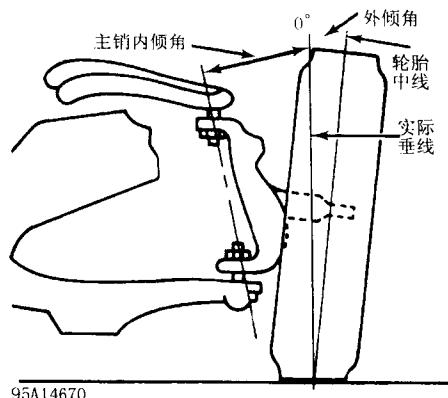

图 1-8 检查主销内倾角
1)检查主销内倾角用于检查零件是否弯曲或损坏,而不是进行维护调整。汽车必须停在水平面上,外倾角必须调整正确(图 1-8)。